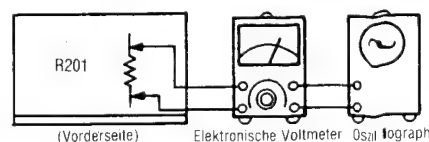

Fig. 9
1. Den Meßaufbau zeigt Fig. 9.